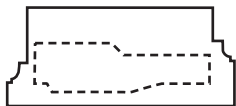

FIG. 1 Topkick/Full Size G Van
1. Determine correct vehicle platform. See Fig. 1 or 2.
4. Cut out template (solid and dotted outlines). See Fig. 1 or 2.
1. Déterminer la plateforme de véhicule appropriée. Voir la fig. 1 ou 2.
4. Découper la matrice (lignes extérieures pleines et pointillées). Voir la fig. 1 ou 2.
1. Determine cuál es la plataforma correcta del vehículo. Vea la fig. 1 o 2.
4. Corte la plantilla (líneas continuas y punteadas). Vea la fig. 1 o 2.